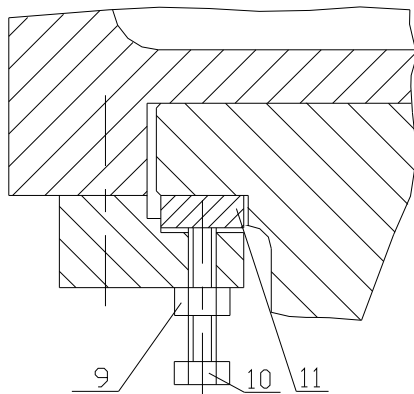

рис.29
8.5.4. РЕГУЛИРОВАНИЕ ЗАЗОРА МЕЖДУ ЗАДНЕЙ НАПРАВЛЯЮЩЕЙ ПЛОСКОСТЬЮ СТАНИНЫ И НИЖНИМ СУППОРТОМ (рис.29)